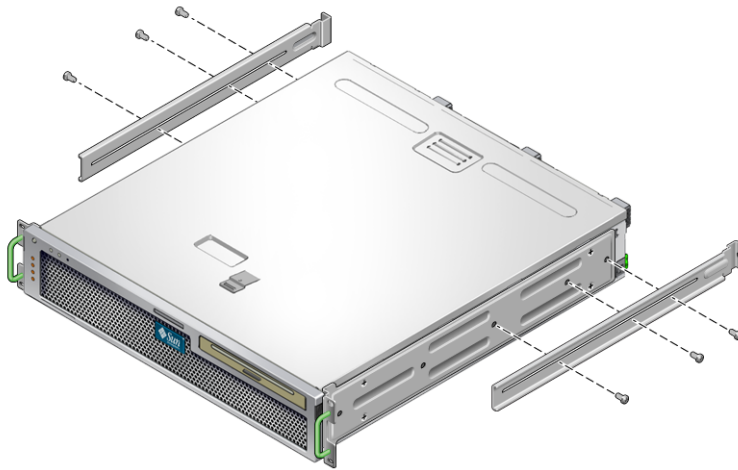

图 3-3 安装后部装配支撑托架
5. 将后部装配支撑托架安装在服务器的背面，并让后部装配支撑托架伸出的距离等于所测量的机架深度（图 3-3）。